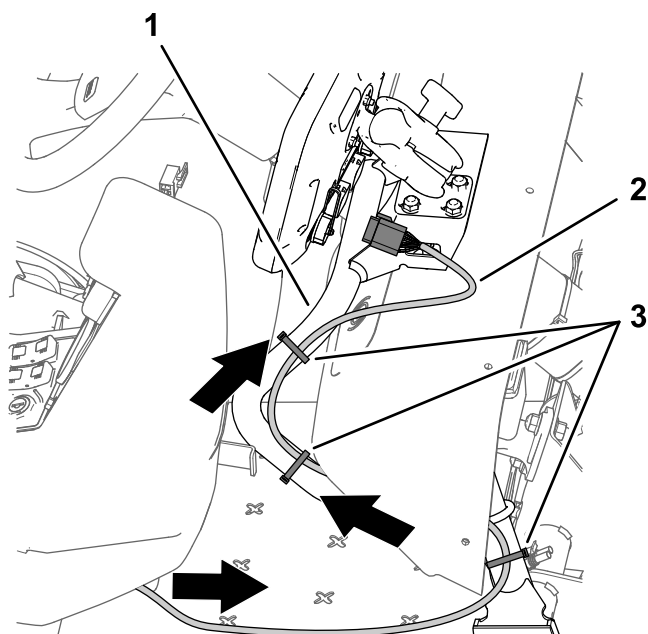

図 205
1. データ用ハーネスの 220 cm の枝線 26ソケットのついている枝線を、ダッシュパネルに導く図 205。
2. データ用ハーネスの 220cm の枝線を、モニタ用のサポートチューブに沿って配設する図 205。
4. データ用ハーネスの 220cm の枝線に十分なたるみがあること、モニタの位置調整ができるだけの余裕があることを確認し、図 205 のようにハーネスをサポートチューブにケーブルタイで固定する。